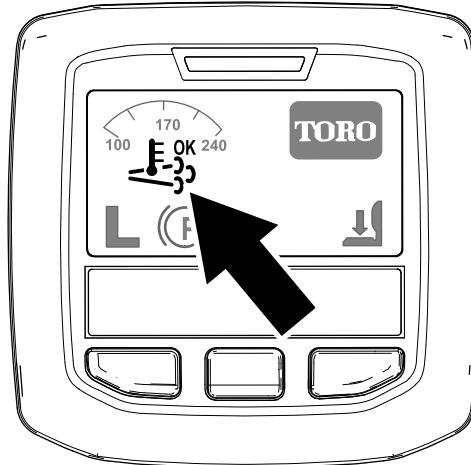

Рисунок 27
- Значок активной регенерации / регенерации со сбросом отображается на дисплее инфо-центра (Рисунок 27).